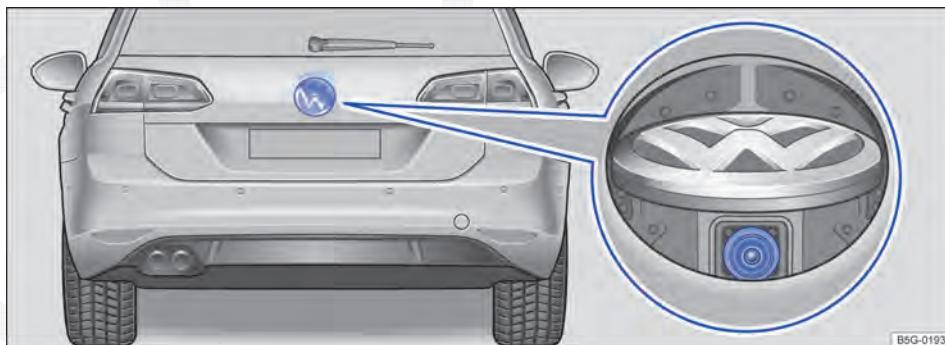

Fig. 141 Na traseira do veículo: local de instalação da câmera de marcha a ré.
- ✓ Uma imagem confiável e clara, por exemplo, condições de visibilidade boas e uma lente limpa ⇒ Fig. 141.
A câmera de marcha a ré ⇒ Fig. 141 (lupa) somente fornece imagens bidimensionais. As reentrâncias, bem como objetos salientes no solo ou peças salientes de outros veículos, são difíceis de serem reconhecidos ou não podem ser reconhecidos devido à ausência de profundidade no display.
Manter a lente da câmera → Fig. 141 (lupa) limpa, sem neve e sem gelo: